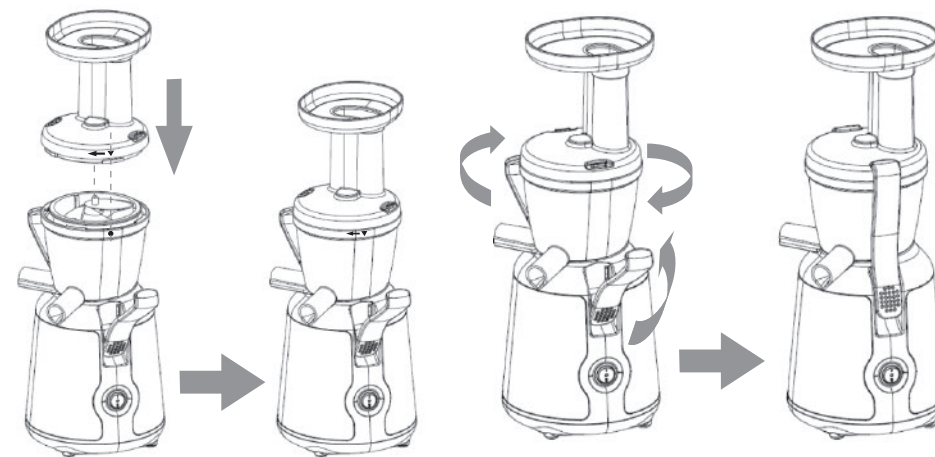

Figura 4
4. Posizionare la tramoggia sul contenitore di spremitura in modo che il simbolo "▼" sulla tramoggia combaci col puntino sul contenitore, quindi ruotare la tramoggia in senso orario seguendo la freccia "↻" fino al completo bloccaggio. Bloccare la tramoggia usando i ganci di bloccaggio destro e sinistro. Vedi figura 4.